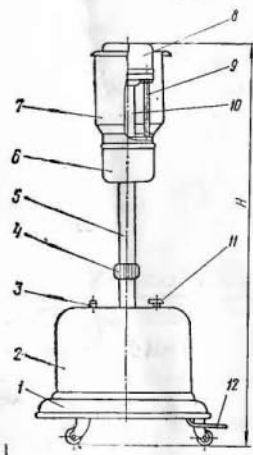

Рис. 1. Общий вид облучателя
4.1.1. Облучатель (рис. 1) состоит из трех основных узлов:
- установить стакан 6 (см. рис. 1) и закрепить его винтами.
Защитный кожух 7 (см. рис. 1) протирать сухим марлевым тампоном.
6.3. Присоединить провод 12 (см. рис. 1) облучателя к сети.
8.1. Замену ртутно-кварцевой лампы производить следующим образом: отвернуть винты и снять колпак 9 (см. рис. 1), отвернуть винты у стакана 7 и опустить его вниз, отвернуть
8.2. Для замены сигнальной лампы необходимо отвернуть колпачок сигнальной лампы, находящийся на кожухе 2 (см. рис. 1), нажать на колбу лампы и, повернув ее против часовой стрелки, вынуть лампу.